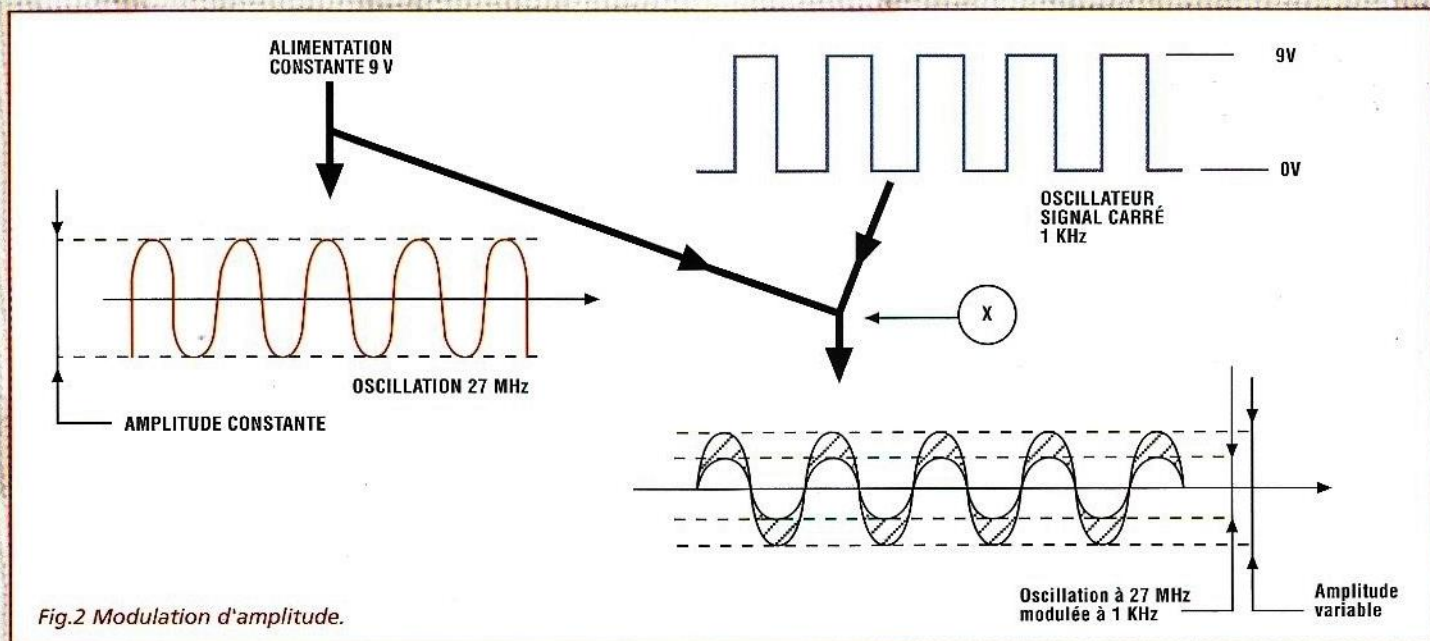

Fig.2 Modulation d'amplitude.
L'oscillateur est de type classique et adopte la configuration Colpitts. La modulation d'amplitude (AM) s'effectue simplement en faisant varier la tension d'alimentation de l'oscillateur (point X) via le mélange entre tension provenant de l'alimentation et la valeur du signal carré généré par l'oscillateur à 1 KHz (voir fig.2)